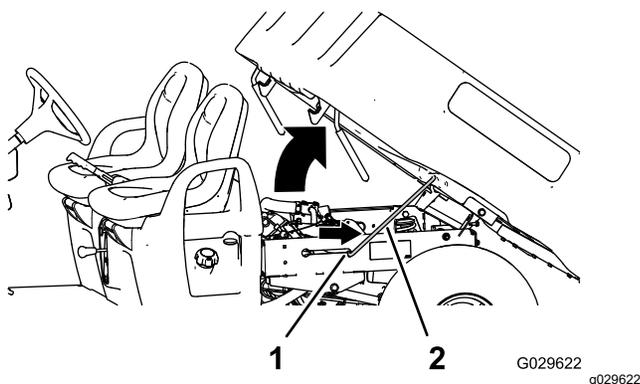

Figura 13
2. Tirate l'asta di supporto nella fessura di arresto per ancorare il pianale (Figura 13).
2. Estraete l'asta di supporto dalla fessura dell'arresto (Figura 13).
3. Abbassate il cassone fino a quando non si fissa saldamente in posizione (Figura 13).